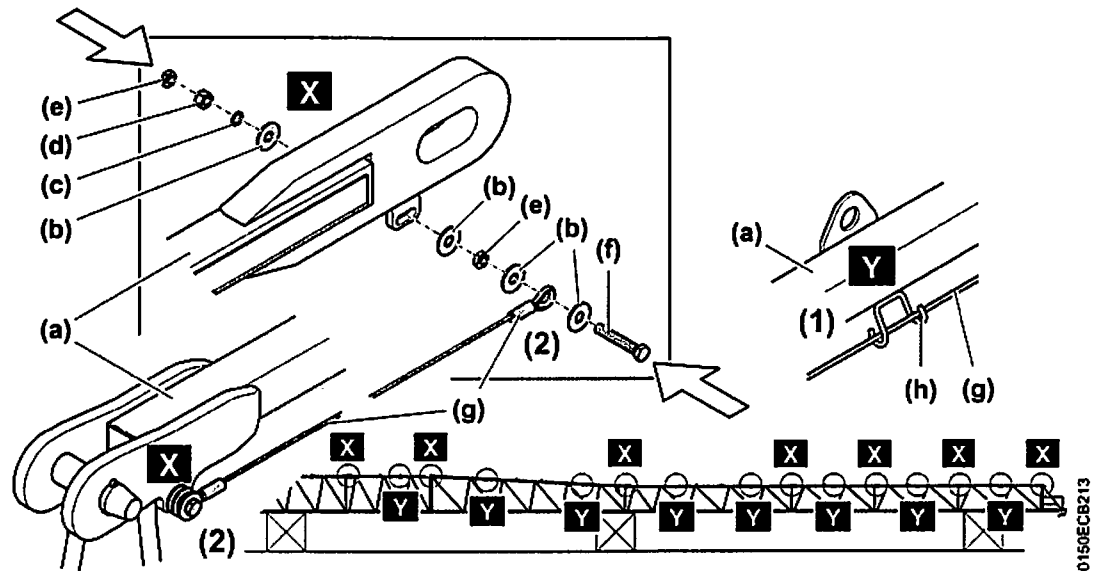

Fig. 204: Geländerseil montieren
- ▶ Geländerseil (g) in Seilführungen (h) des Ausleger-Obergurts (a) einfädeln. (1)
- ▶ Geländerseil (g) an Ausleger-Obergurt (a) mit Schrauben (f) verschrauben. Jede Schraube (f) mit vier Scheiben (b), einer Sicherungsscheibe (c), einer Mutter (d) und zwei Kontermuttern (e) sichern. Anordnung der Sicherungselemente beachten: (siehe: Fig. 204, Seite 239) . (2)